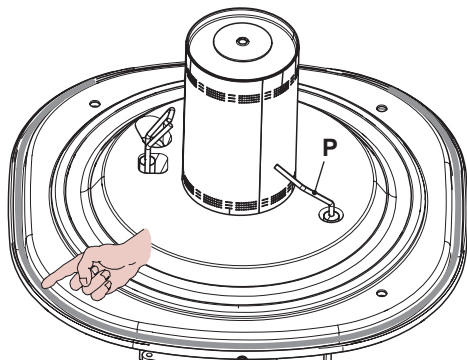

Figura 9.13
- La guarnizione in silicone della parete frontale della camera di combustione Figura 9.13 deve essere cambiata se deteriorata e comunque deve essere obbligatoriamente sostituita ogni 2 anni.
- L'elettrodo di rivelazione P in Figura 9.13 funge anche da sensore per il corretto scarico della condensa.